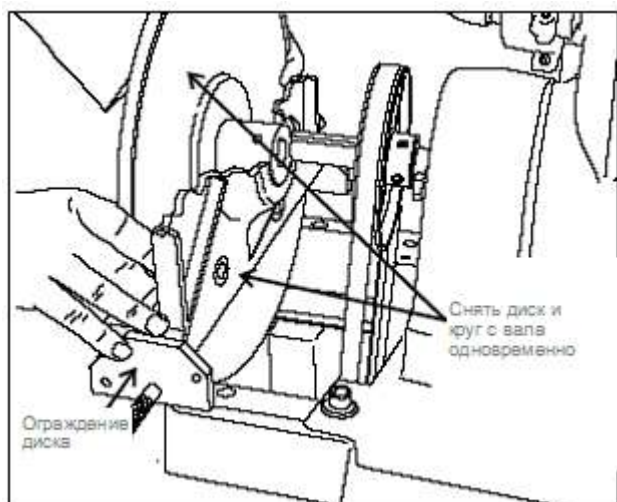

Рис. 13: Совместное извлечение диска и ограждения.
8. Извлечь диск вместе с ограждением из станка (Рис. 13).